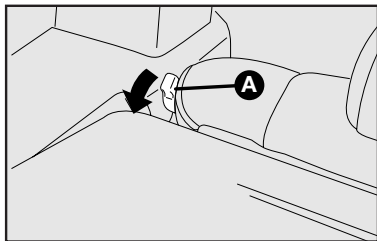

fig. 101
4) Desenganche el respaldo, utilizando las palancas laterales **A**-fig. 101 en el sentido de la flecha.
Para eso, desbloquee la palanca derecha o izquierda **A-fig. 101** y incline hacia adelante el cojín deseado hasta obtener una superficie de carga única.